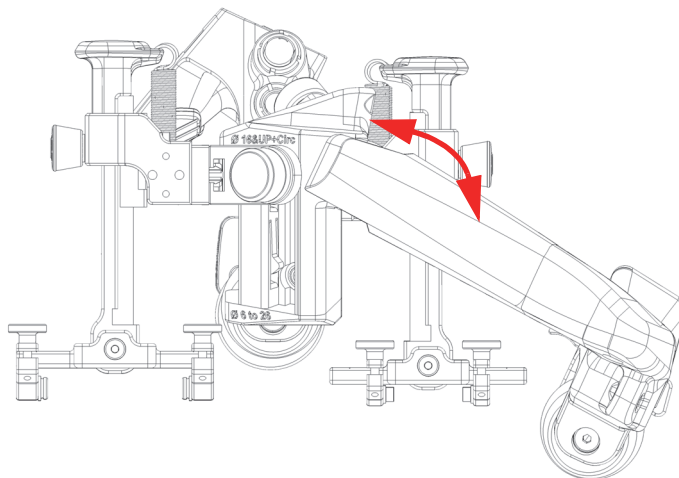

图 2-4 在周向扫查外径等于或小于406.4毫米的管道时
旋钮松动到一定程度时，会从螺纹中弹出，但是仍然会连在扫查器上（参见第40页的图 2-4）。
2. 将框架向上旋转到适当的位置，确保不会超出其最大行程极限，直到两个旋钮又扣回到框架中（参见第40页的图 2-4）。